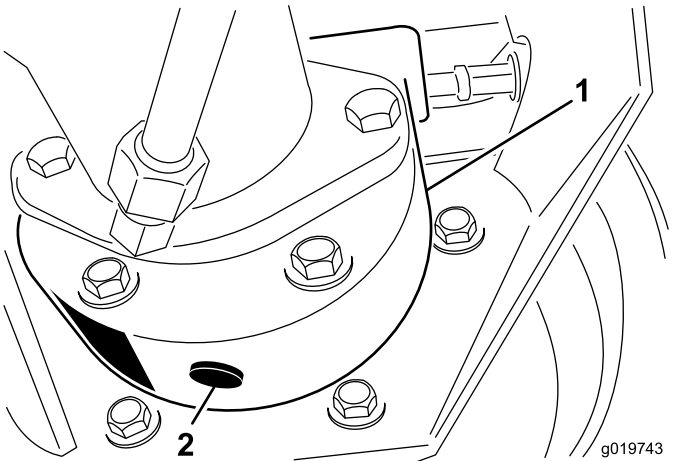

图 63
3. 将放油盘放在制动器箱下面取出排油塞让油排出 (图 63)。